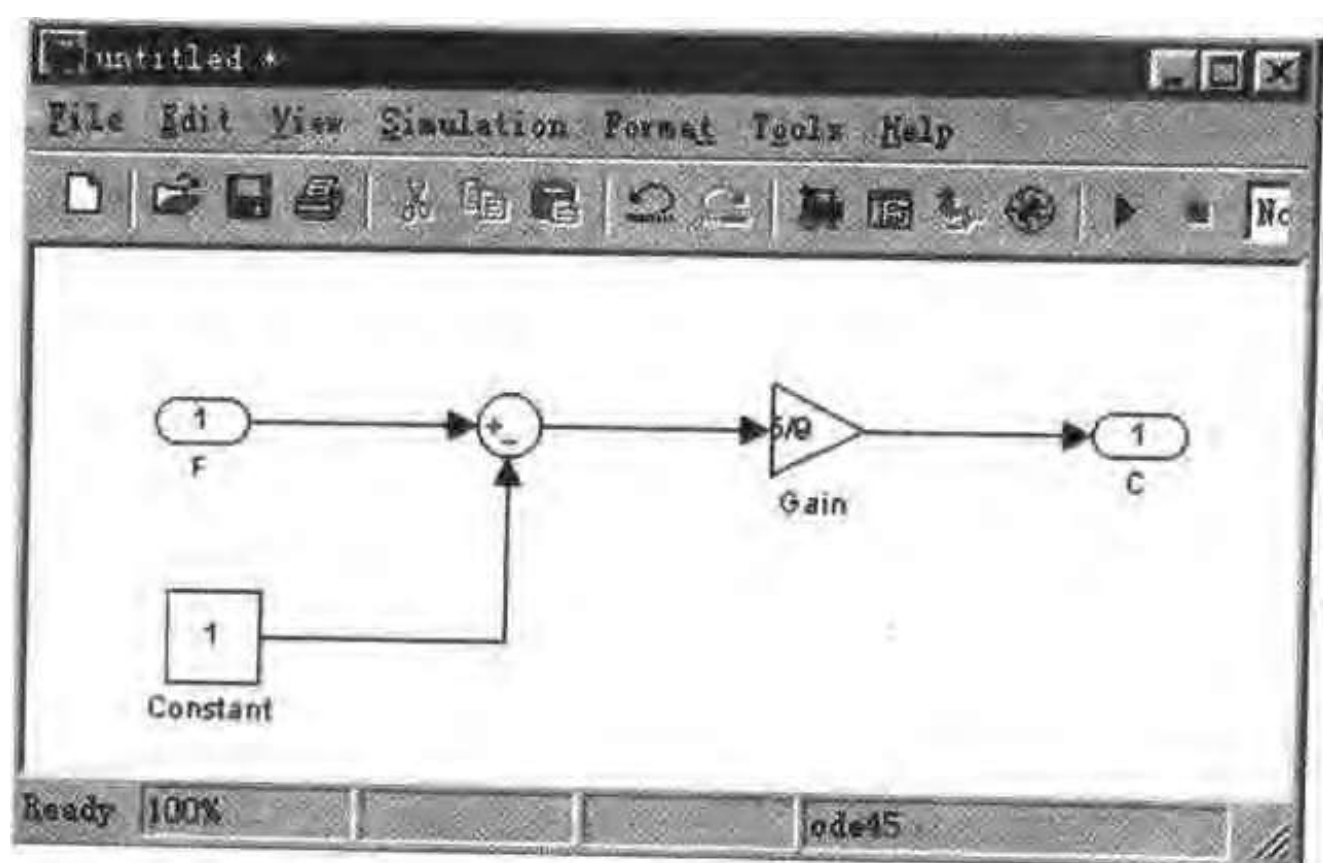

图 5-21 F2C 子系统及其内部结构
下面建立一个简单的子系统作为示例。该系统的功能是将输入的华氏温度转换成摄氏温度,读者可以在库浏览器的 Simulink extras 节点的 Transformation 库找到它的这个模块的原始版本。图 5-21 是建好的子系统。
(1) 将 Subsystem 模块复制到模型窗口, 它的位置在 Simulink 节点的 Signal & System 子库里。
(2) 双击 Subsystem 模块, 这会打开子系统的编辑窗口, 见图 5-21 的窗口。
(3) 将组成子系统的模块添加到子系统窗口。为了定义子系统的输入、输出端口, 必须手动地向子系统窗口添加 in1 和 out1 模块。这是两个虚模块, 与它们相连的信号将作为子系统的输入输出信号。当然这只是 Simulink 图形化建模的一个逻辑方法, 事实上在物理模型里, 这是没有必要的, 但是在 Simulink 建立子系统里它们是不可缺少的。
(4) 按设计好的图表, 连接好各个模块, 并修改 in1 和 out1 模块下面的标签。实际上, 所谓的标签就是这两个端口在子系统图标上的显示文字。
(5) 关闭子系统窗口, 把模型保存。读者可能想直接用子系统窗口 File 菜单里的 Save 命令来保存子系统, 但是这个想法是行不通的。其实, 这个命令也是保存整个模型, 因为在 Simulink 里只有模型或库才是一个完整的独立实体。此外, 重新定义子系统的名称是一个很好的习惯。